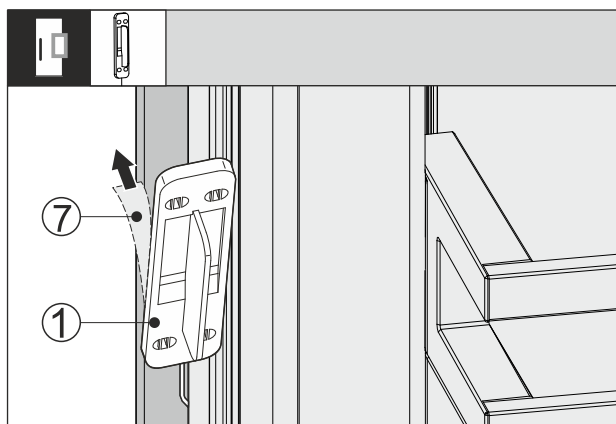

Fig. 65
- Vedä suojakalvo Fig. 65 (7) irti koputusanturin takapuolelta Fig. 65 (1).